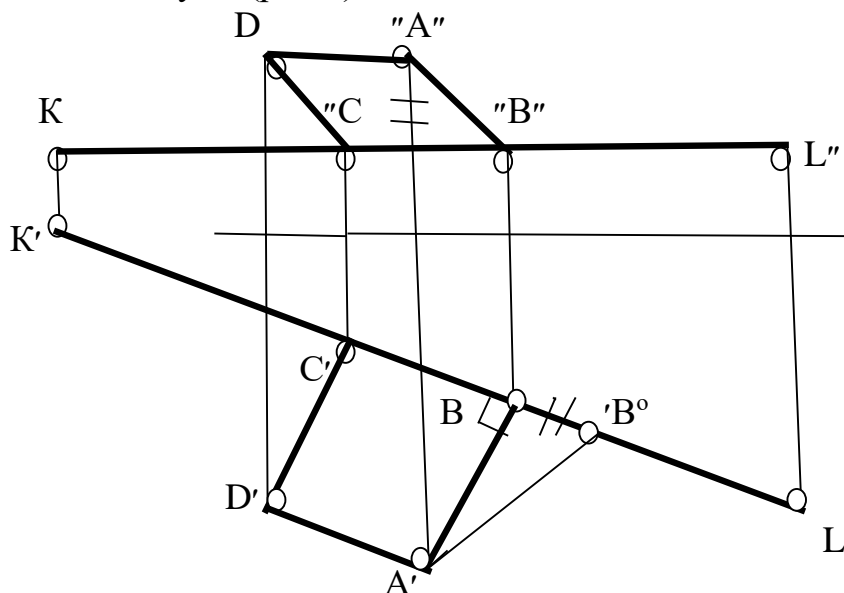

Рис. 7
8. Находим точку D'' (рис. 7).